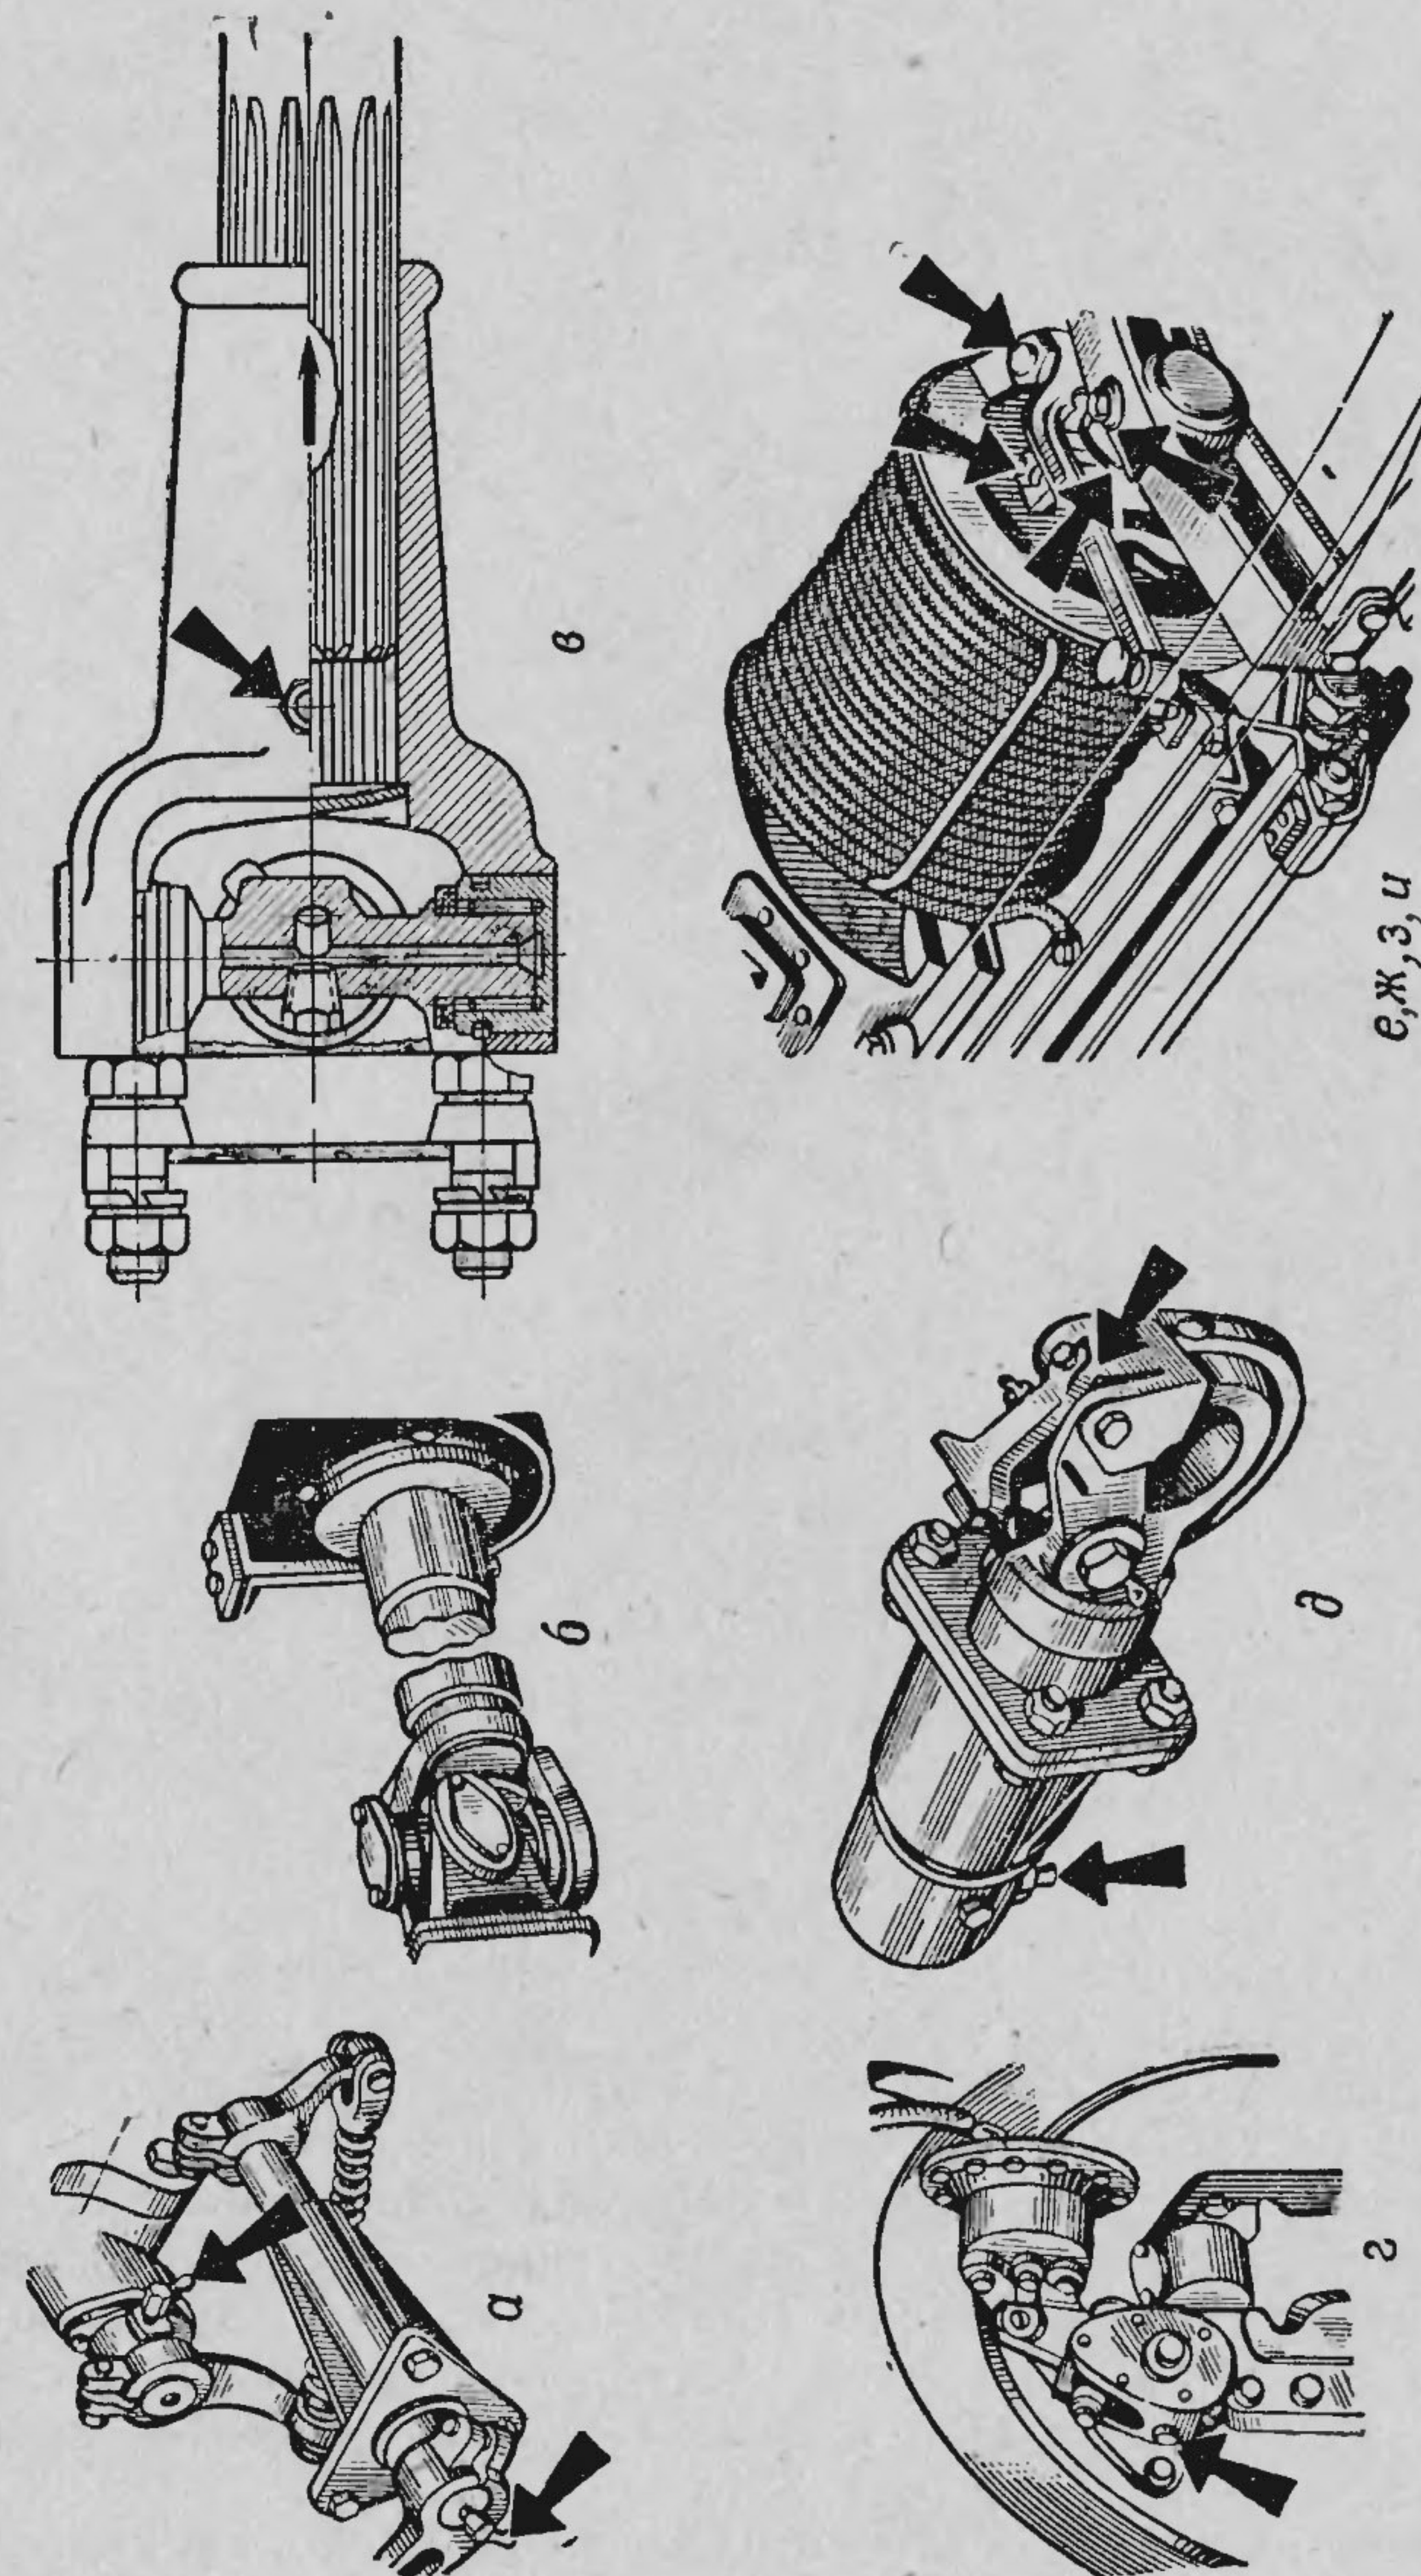

Рис. 30. Точки смазки, смазываемые УС-1 (пресс-солидолом), пресс-солидолом «С» или солидолом «С»:
37. Смазать смазкой УС-1 (пресс-солидолом) ГОСТ 1033—51 пресс-солидолом «С» или солидолом «С» ГОСТ 4366—64 (рис. 30):